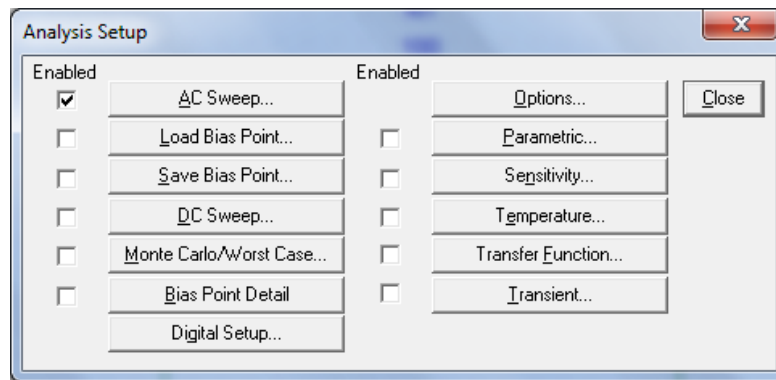

Рис. 14.3. Вікно **Analysis Setup**, де вибраний аналіз AC Sweep
4) Для цього виберіть в меню команду **Analysis → Setup...** Відкриється вікно **Analysis Setup** (рис. 14.3).